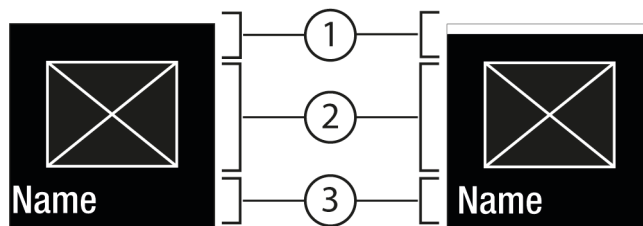
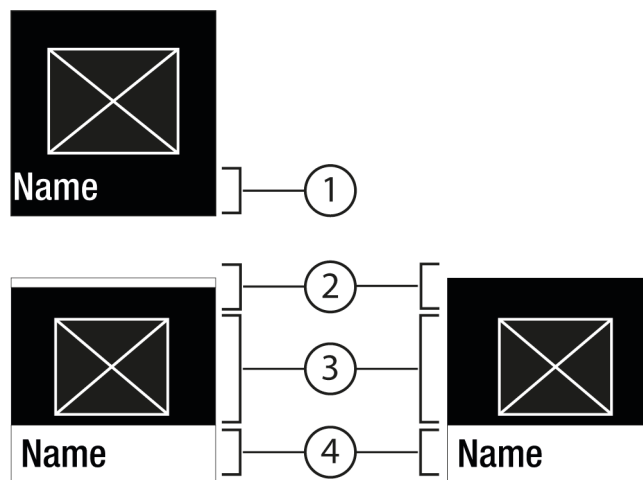

Fig. 6
Fig. 7
- Con Confirmar Fig. 5 (2) se accede al submenú Fig. 7 (4).
- Ajustar un nuevo valor: con Confirmar Fig. 5 (2) se selecciona un valor desactivado Fig. 6 (1).
- Volver al menú: con Confirmar Fig. 5 (2) se selecciona el valor ya activado Fig. 6 (2).
- ▷ Aparece el estado: activado *Fig. 6 (1)* brevemente en el submenú *Fig. 7 (4)*.